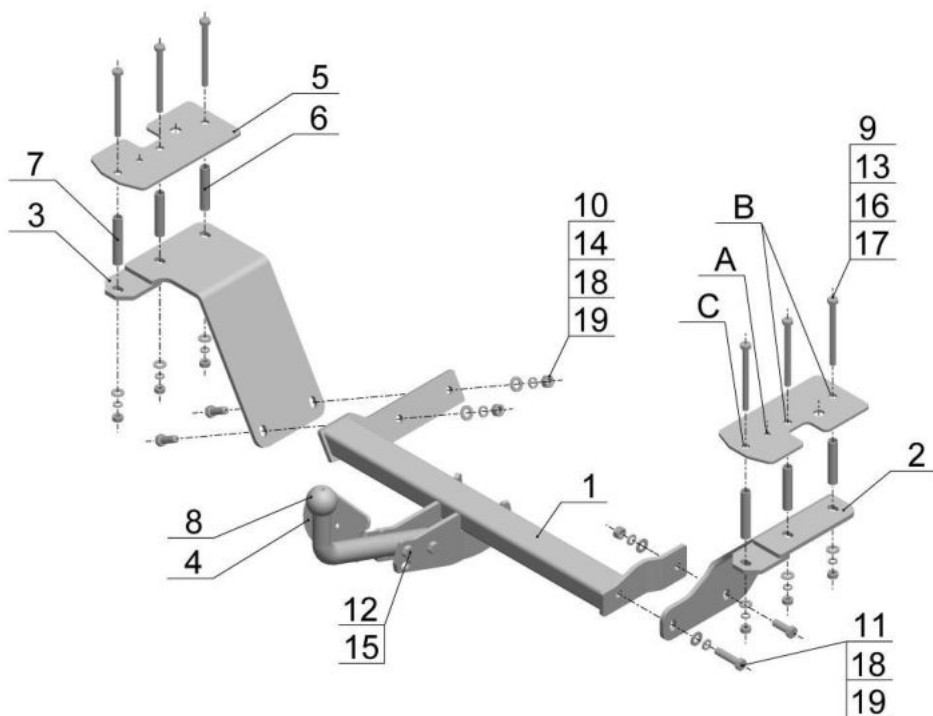

Рис.1.
- Уложить пластины закладные (поз. 5) в багажник таким образом, чтобы отверстия А совпали с отверстиями для крепления сетки багажника. Пластины расположить так, как показано на Рис. 1 (параллельно лонжерону автомобиля).